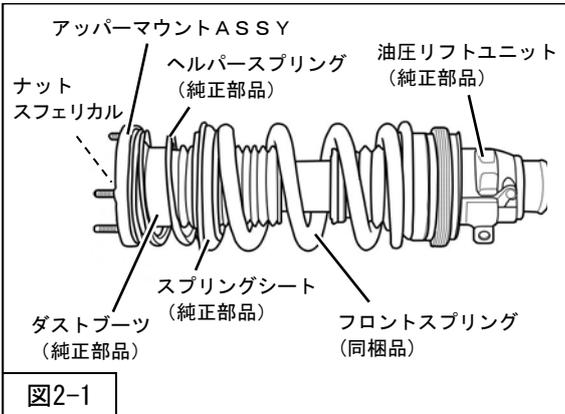

図2-1
1. P 6「サスペンションASSY構成図」を参考に、スプリングコンプレッサー等でスプリングを縮めながら油圧リフトユニット（純正部品）フロントスプリング（同梱品）スプリングシート（純正部品）ヘルパースプリング（純正部品）ダストブーツ（純正部品）アッパーマウントASSY をフロントショックアブソーバASSY（同梱品）に組付け、ナットスフェリカル（締付トルク：25N・m）で固定してください。（図2-1）